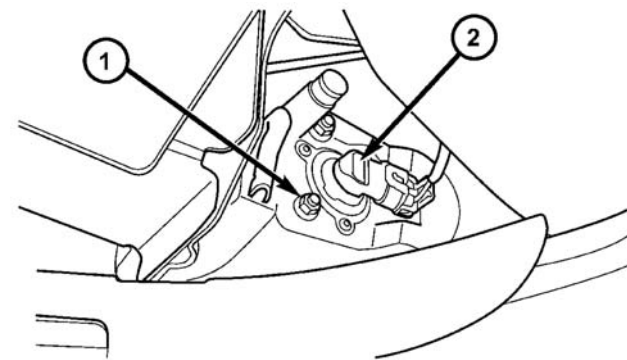

图 7 雾灯
- （2）从保险杠装饰条后面以逆时针方向扭转灯泡，并将灯泡卸下（图 7）。
- （2）从保险杠面板后侧，断开雾灯灯泡线束（图 7）。